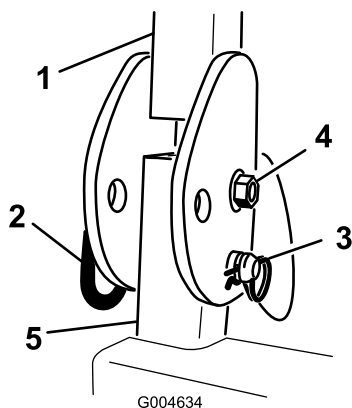

Figura 91
49. Montate il bullone, il dado, la coppiglia e il perno che fissano ciascun gruppo ROPS ai montanti del ROPS (Figura 91).